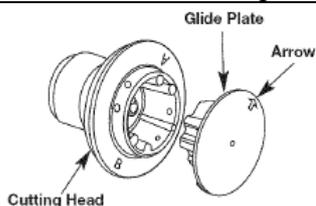

Рис. 15
3. Переустановите скользящую крышку лески (Рис.15). Совместите стрелку-указатель с: